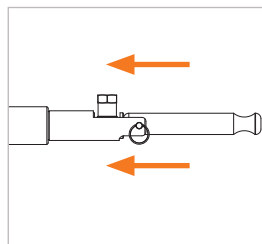

Abbildung 7
- ▶ Bewegen Sie den Adapter leicht in Richtung des Prüflings (Abbildung 7). Die Spannzangen öffnen sich. Dadurch wird die Verbindung zum Prüfling gelöst und der Adapter kann gerade nach hinten abgenommen werden.